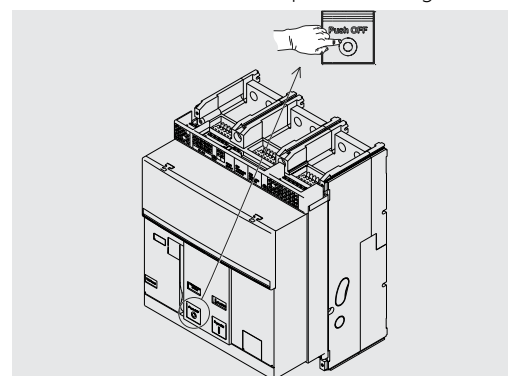

Figure 47
6. Fermeture - Appuyer sur le bouton d'ouverture "O - Push OFF" comme indiqué dans la Figure 47.